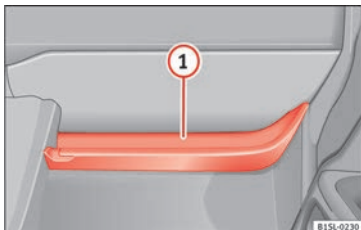

Abb. 125 Ablagefach offen auf der Beifahrerseite.
Am offenen Ablagefach befindet sich ein Taschenhaken » **Abb. 125** ①.